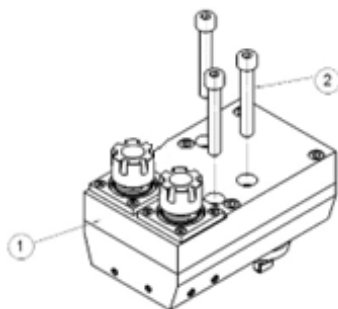
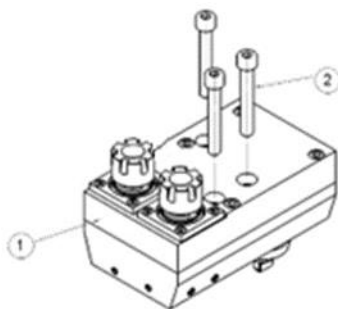
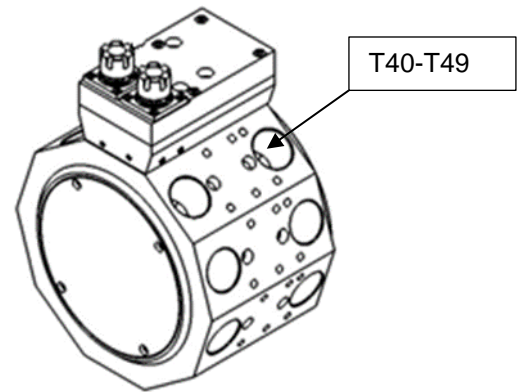

Figure 1
Abb. 1
Abb. 3
Pour fixer le porte outil (fig.1, pos. 1), centrer la queue dans les positions T40 à T49 de la machine (fig. 3). Serrer les 3 vis M8 (fig.1, pos. 2).
To fix the tool holder (fig. 1, pos. 1), centre the shank in positions T40 to T49 on the machine (fig. 3). Tighten the 3 M8 screws (fig. 1, pos. 2).
Um den Werkzeughalter (Abb. 1, Pos. 1) zu befestigen, zentrieren Sie den Schaft in den Positionen T40 bis T49 auf der Maschine (Abb. 3). Ziehen Sie die 3 Schrauben M8 an (Abb. 1, Pos. 2).